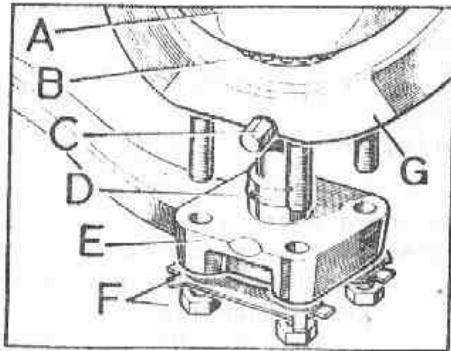

Fig. F-38 Brazo de acoplamiento y conjunto del pivote
- 3.5. Situar el cojinete cónico de rodillos, B (Fig. F-38) en su alojamiento de la parte inferior del cárter del pivote, G y la caja del alojamiento del pivote, A, dentro del cárter.